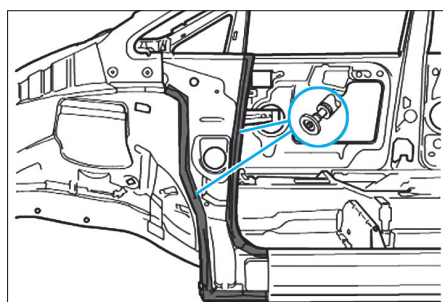

FIG. 18
• Enlever les morceaux de tôle restants (Fig.18).